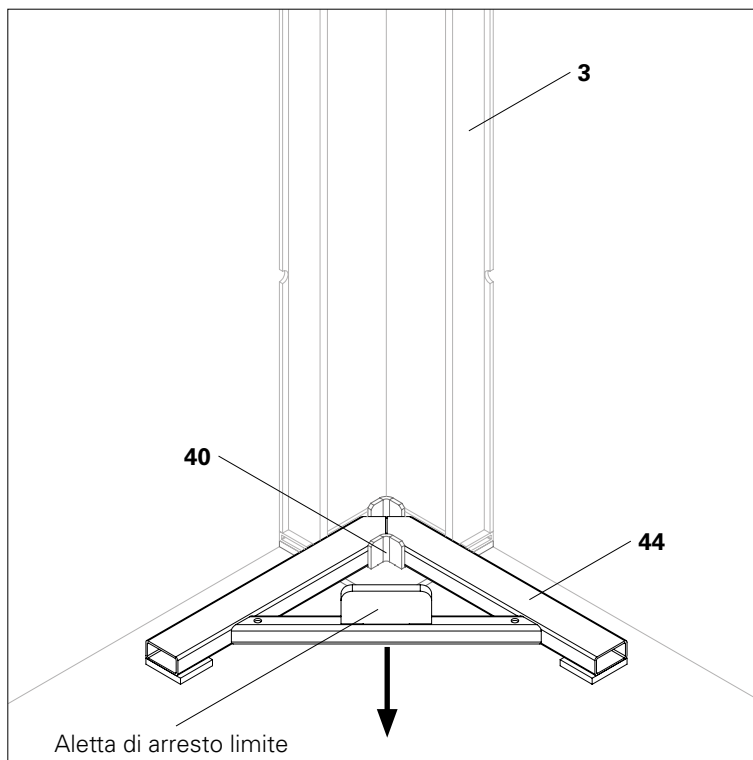

Fig. C2.09
1. Inserire l'angolo di allineamento (44) nella piastra di allineamento angolo interno (40). (Fig. C2.09)
2. Colpire con cautela l'aletta di arresto dell'angolo di allineamento (44) con un martello.
- La piastra di allineamento angolo interno (40) è staccata.
3. Rimuovere la piastra di allineamento angolo interno (40) e l'angolo di allineamento (44).
4. Rimuovere il telaio angolare interno (3).